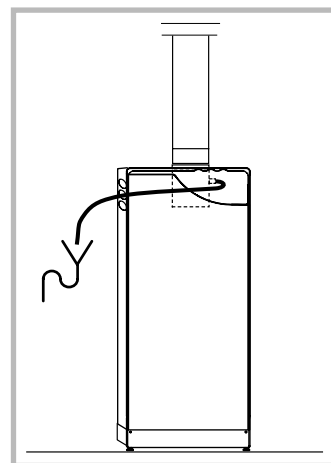

Figure 8 - Evacuation des condensats
**Impératif :** Effectuer le raccordement de l'évacuation des condensats à l'égout (fig. 8 et 13).